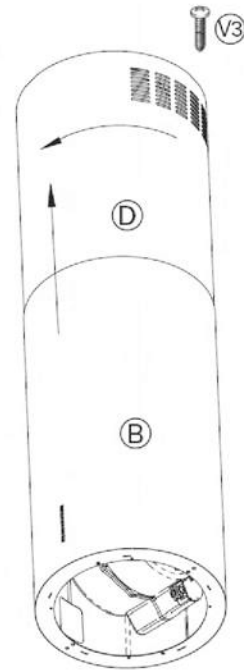

Fig. 2A/Abb. 2A
- 4) Raise the upper chimney cover (D) to the upper internal framework flange and turn it to fix the extension to the flange (Fig. 2a), then fasten the extension to the upper internal framework (C) using the enclosed metric screw (V3).
- 4) Fare scorrere la prolunga (D) verso l'alto fino alla flangia superiore del traliccio, successivamente ruotarla in senso orario fino ad agganciarla alla flangia (fig. 2a) e fissarla definitivamente con la vite metrica M3 (V3) in dotazione.